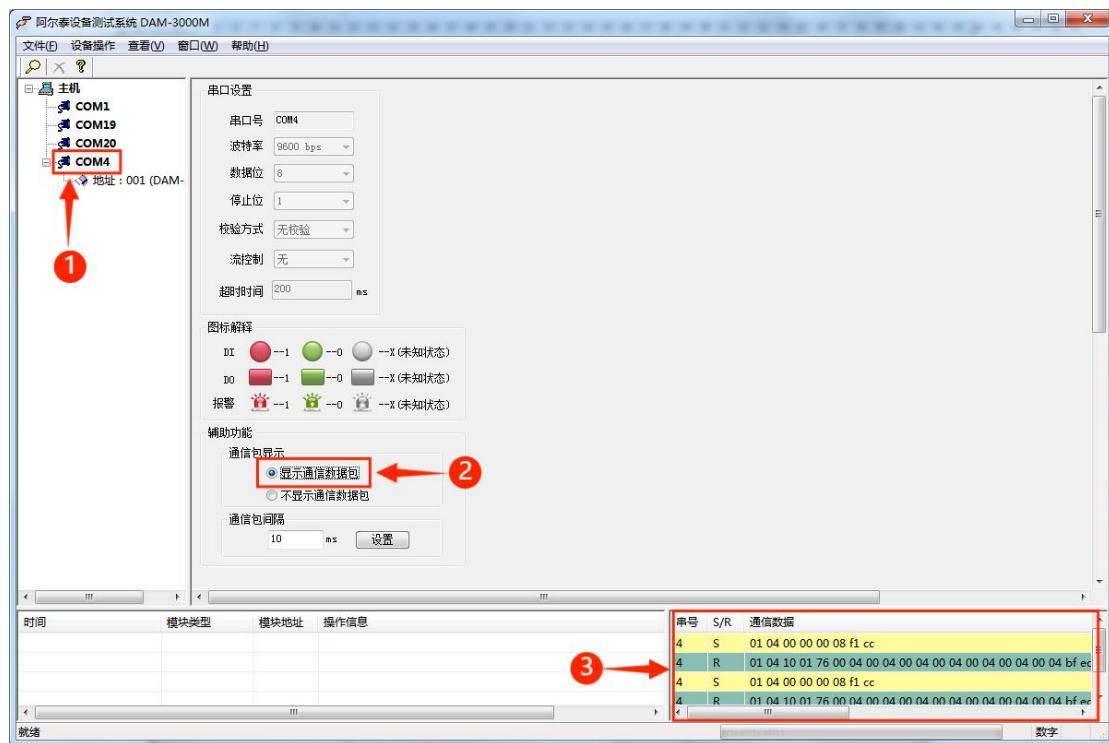

图 20
3) 查看通讯包设置：点击图 20-①进入参数界面，点击图 20-②，后可对进入主界面可对通讯包进
行查看, 效果如图 20-③。